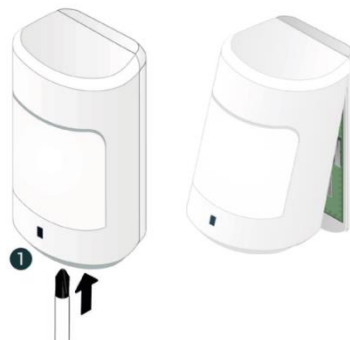

Рисунок 6.2 – Вскрытие корпуса датчика
- 2.1. Вскройте корпус датчика: при помощи крестовой отвертки ослабьте фиксирующий винт и откройте корпус, потянув за нижнюю часть крышки корпуса (см. рисунок 6.2).
2. С помощью индикации на датчике. Для этого вскройте корпус датчика (см. рисунок 6.2) и дважды нажмите на кнопку тампера (8, рисунок 2.1). Посмотрите на индикатор датчика. Соответствие уровня связи и индикации представлено в таблице 9.1.
- 1) Если корпус датчика был закрыт, то вскройте его (см. рисунок 6.2).